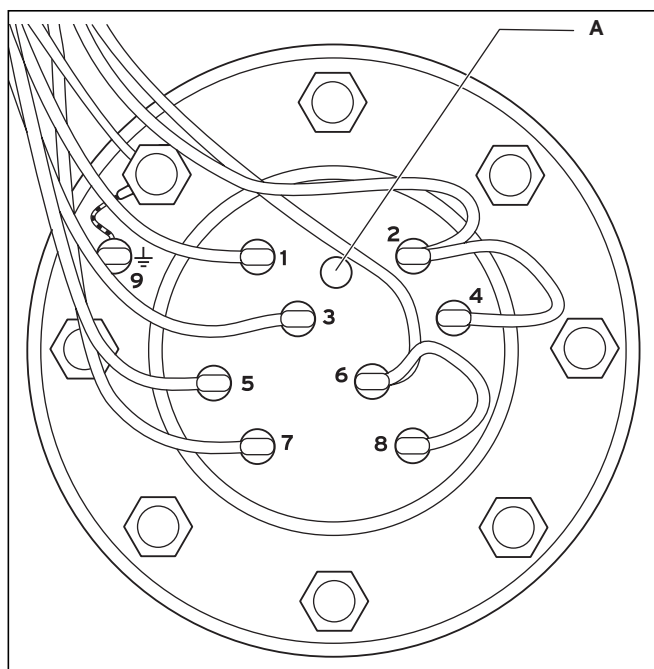

Рис. 8.8 Место соединений на нагревательном фланце
- При электромонтаже соблюдайте положение проводов и сравните их с рис. 8.8.